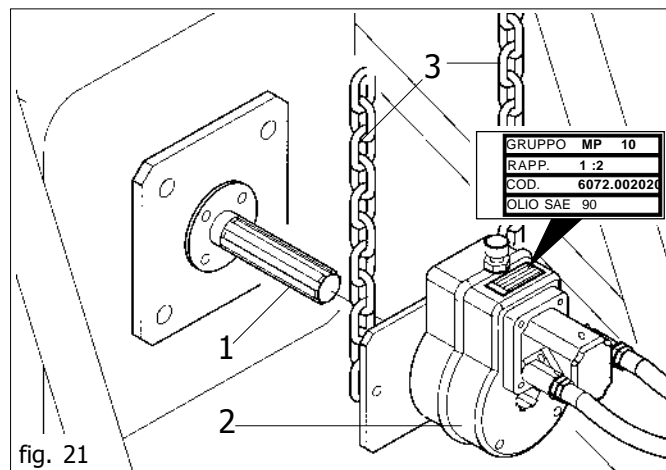

fig. 21
Bei abgeschaltetem Motor und stabil gebremstem Schlepper alle Schnellkupplungen einstecken. Die Zapfwelle des Schleppers (1, Abb. 21) säubern und mit Fett schmieren. Das Getriebe (2) wie in Abb. 21 gezeigt auf die Zapfwelle des Anbaugeräts aufstecken. Den festen Sitz des Getriebes überprüfen, dann ein Mitdrehen des Getriebes durch Anhängen der beiliegenden Haltekette (3) verhindern. **Den Ölstand des Getriebes kontrollieren, bei**